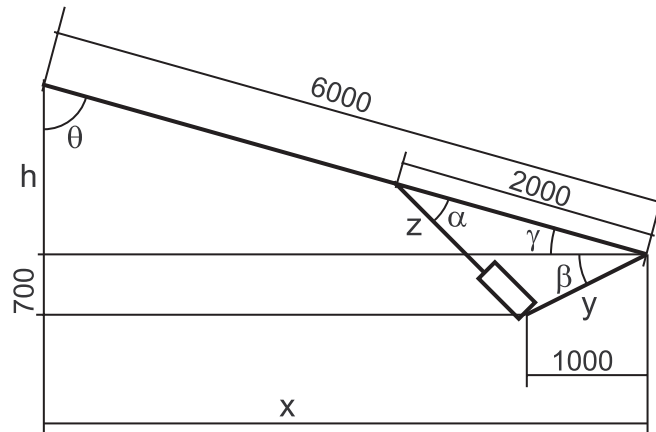

Figura 3:
1.- Para dimensionar el cilindro hidráulico se necesita saber cual es la fuerza que debe soportar y lo que tiene que desplazarse (carrera útil). Primeramente se calcula las incógnitas que se muestran en la figura 3.